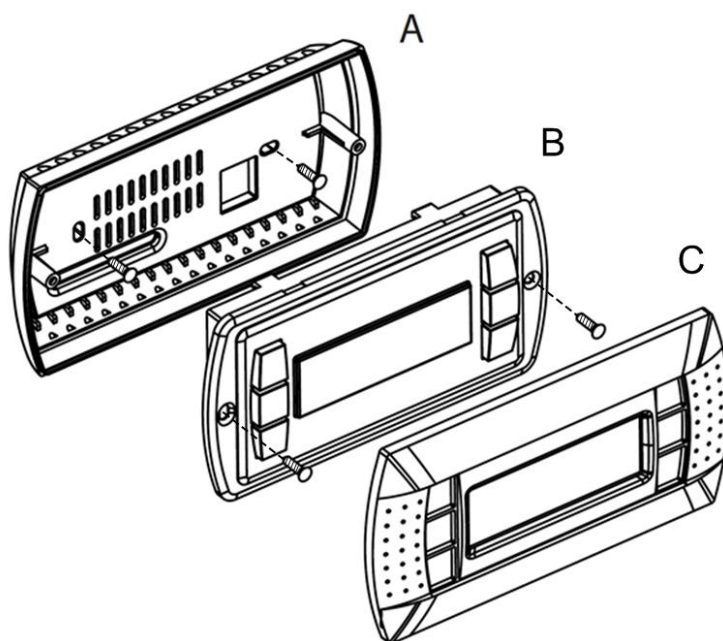

Figure 23 - Montage mural
- La commande numérique est composée de 3 parties principales (A, B, C de la Figure 23) :